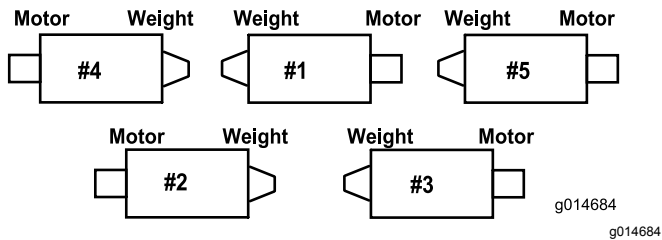
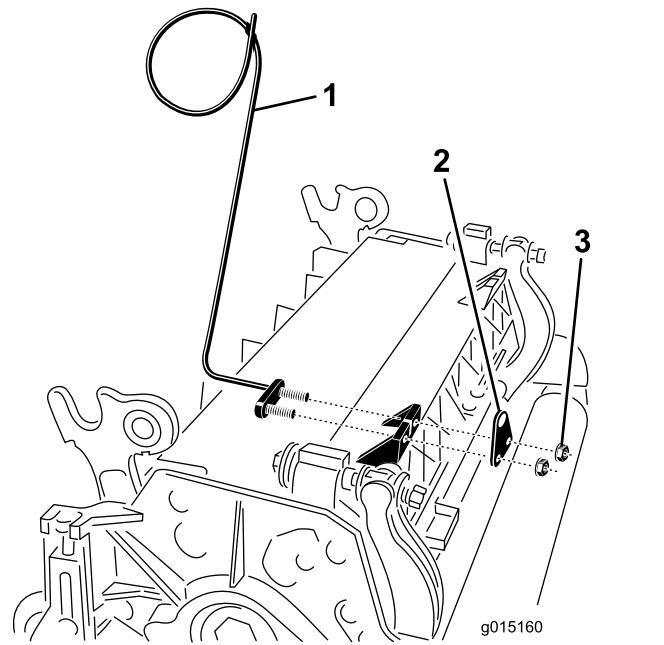
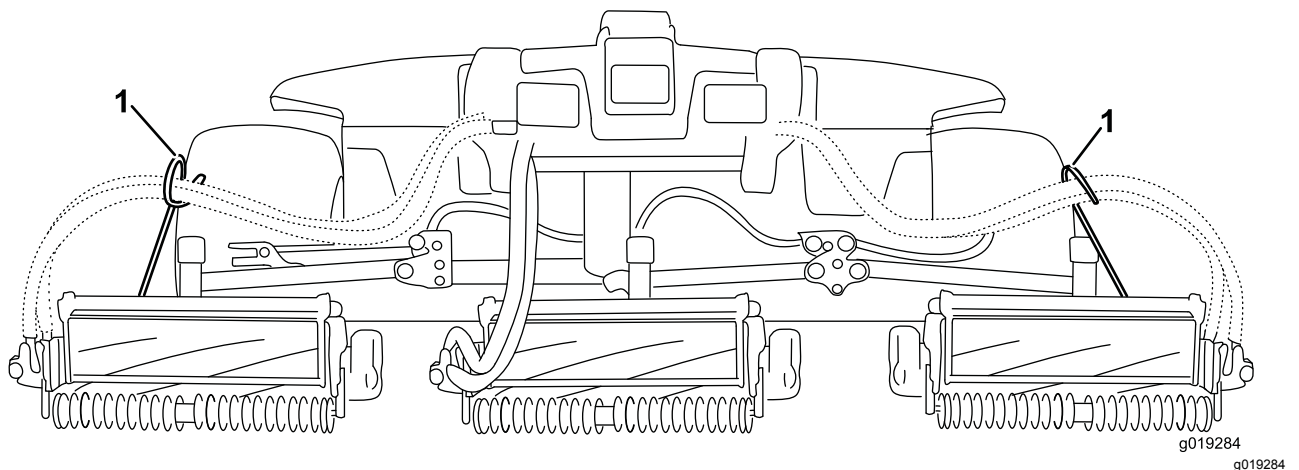

Figure 7
Figure 8
Figure 9
**Important:** Sur les tabliers n° 4 (avant gauche) et n° 5 (avant droit) (Figure 7), utilisez les écrous de fixation du support de tige pour monter les guides de flexible devant les pattes du tablier (Figure 8). Les guides de flexible doivent être inclinés en direction du tablier de coupe central (Figure 8 et Figure 9).